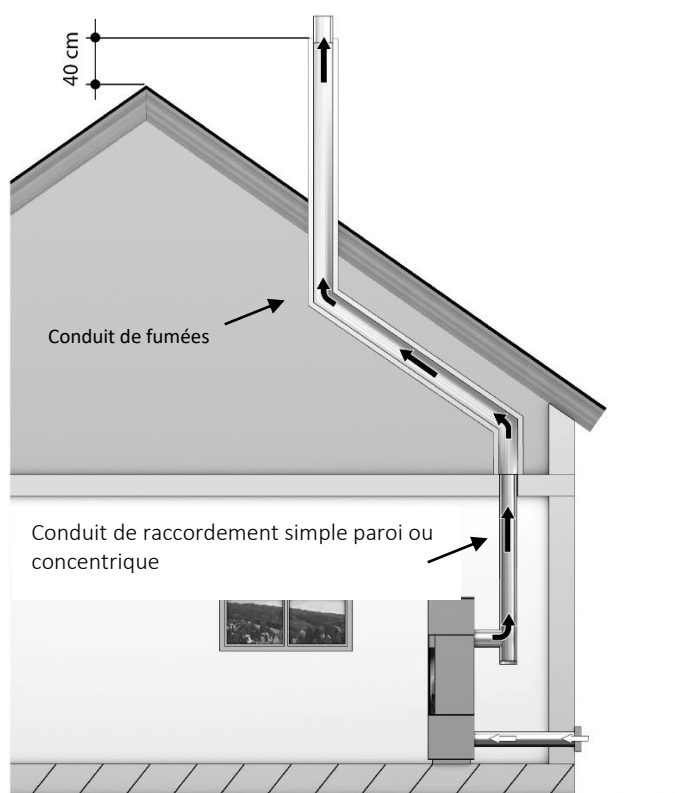
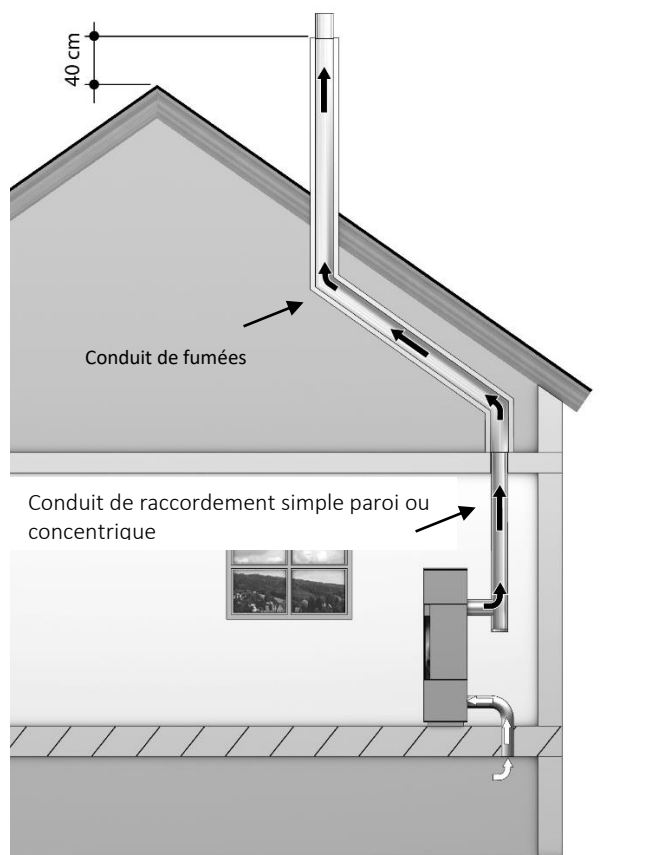

Fig. 18 Installation étanche Zone 1 ; Conduit d'amenée d'air extérieur
Fig. 19 Installation étanche Zone 1; Vide sanitaire ou cave ventillé
### 10.2.3.2 Installation avec raccordement étanche séparé en Zone 1 (Fig. 18 et Fig. 19)
- Avec conduit d'amenée d'air branché directement sur l'extérieur (Fig. 18)
- Avec conduit d'amenée d'air branché à la cave ou dans un vide sanitaire ventilé (Fig. 19)